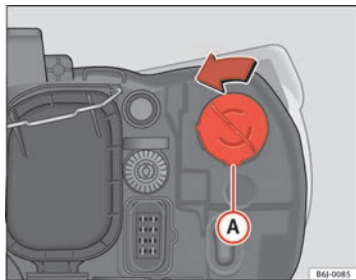

Fig. 135 Indicatore di direzione
- Ruotare il portalampana ⇒ fig. 135 **A** verso sinistra e tirare.